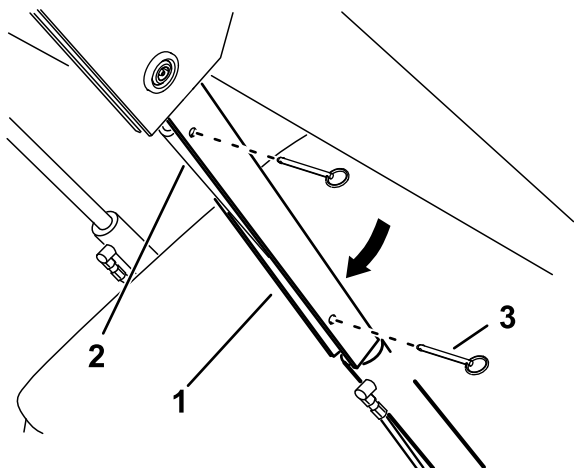

Figura 32
5. Fate scorrere il blocco del cilindro sull'asta del cilindro di sollevamento (Figura 32).